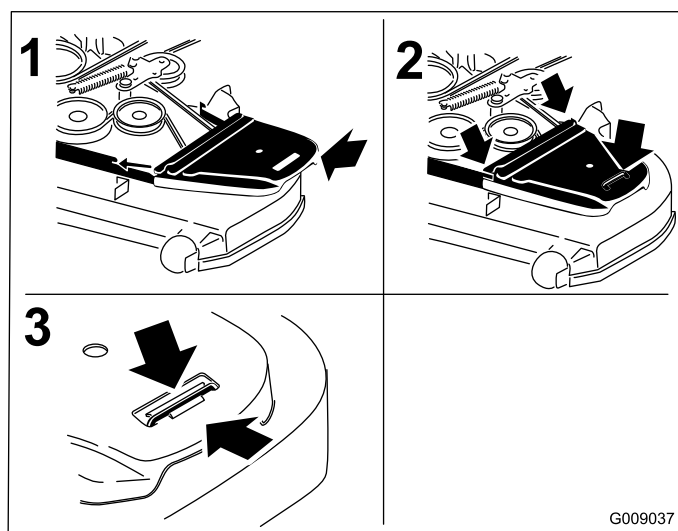

Figure 83
12. Posez les couvercles de courroie (Figure 83).